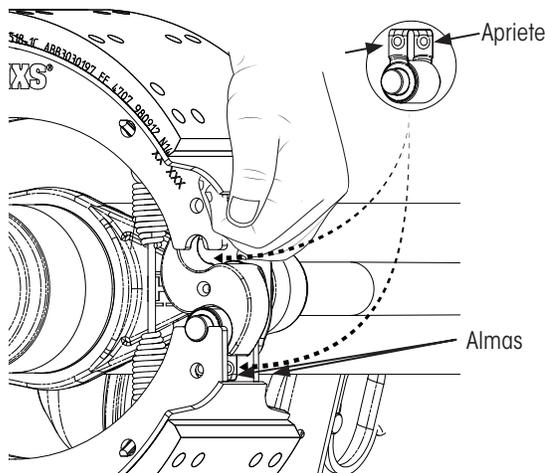

Figura 46: Instalación de regla de la zapata de freno y el clip de retención del rodillo
11. Si es necesario, **instale** el clip de retención del rodillo en el rodillo de la zapata de freno (Figura 46).
12. **Jale** la zapata de freno inferior de la leva-S, **apriete** el clip de retención del rodillo e **inserte** el ensamble del clip de retención / rodillo de la zapata entre las almas de la zapata de freno (Figura 46).